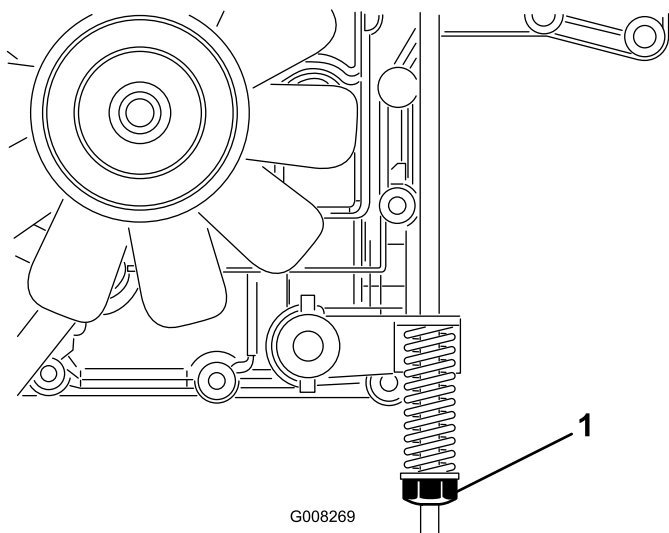

Figure 36
Le frein de stationnement se trouve du côté droit de l'essieu arrière, à l'intérieur du pneu arrière (Figure 36).
3. Tournez l'écrou de réglage dans le sens horaire jusqu'à ce qu'il soit impossible de pousser la machine (Figure 36).